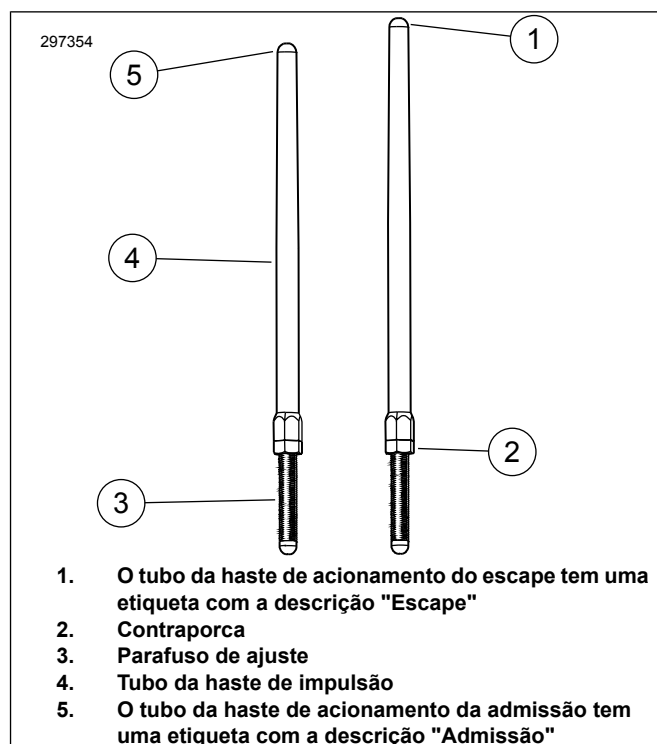

Figura 3. Haste de impulsão ajustável
6. Ver a Figura 3. Desaperte a contraporca em todas as hastes de impulsão e ajuste-as com o comprimento mais curto.